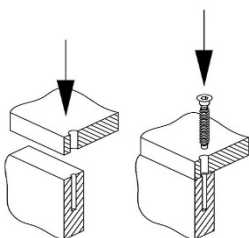
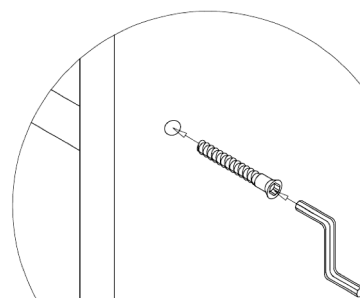

Рис. 5 –Установка винтов-конфирматов
Рис. 6 – Соединение винтом-конфирматом
- В сквозные отверстия $\varnothing 8$ мм пластей крышки (5), нижнего щита (2) вставьте конфирматы и соедините с перегородкой (6), (Рис.5), закрутив их ключом для конфирматов (Рис.6).
2.3 Закрепите обвязку основания (1) при помощи шурупов-саморезов 3,5x55 к нижнему щиту (2), сцентрировав её, отступив от задней кромки щита 30мм.
3.1 Прикрепите стенки задние (11) при помощи гвоздей 2x20мм (с шагом 100-120 мм) по краям изделия, предварительно проверив диагонали корпуса. Обязательно устраните перекося изделия из-за неровности пола, при помощи регулируемых подпятников.